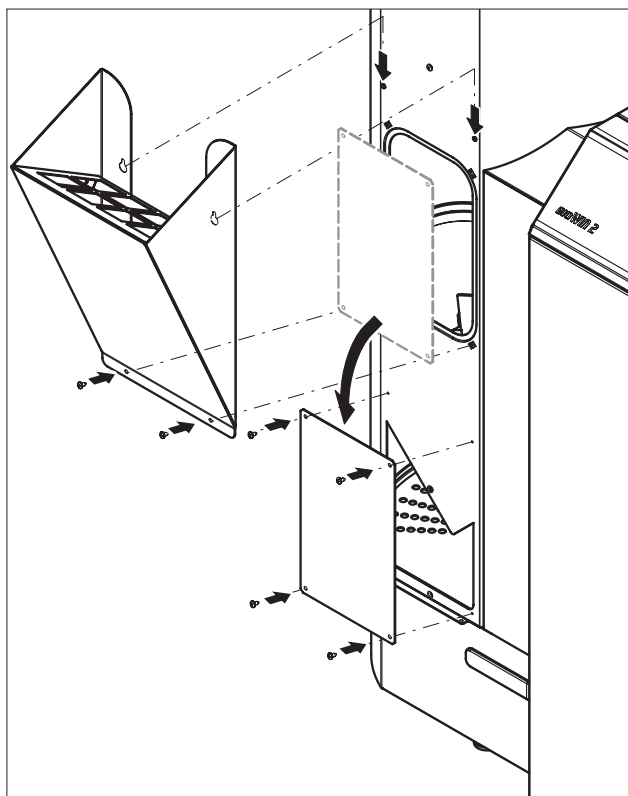

Fig. 89 Montare il contenitore pellet e il coperchio di revisione
- ▶ inserire i pellet nella stiva attraverso l'apertura di revisione con un piccolo secchio o una paletta, oppure fissare il contenitore pellet (accessorio – Contenitore pellet provvisorio o per il riempimento manuale della stiva, quando il convogliamento non è ancora terminato.) e inserire i pellet – Fig. 89.
- ▶ Montare il coperchio di revisione come protezione dal contatto davanti all'apertura della coclea di alimentazione – Fig. 89.